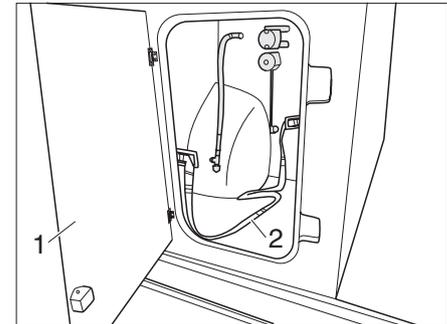

Fig. 59 Portillon d'accès vers la bouteille de gaz
- ▶ Ouvrir le portillon d'accès (Fig. 59,1) au compartiment à gaz.
- ▶ Arrimer la bouteille de gaz à l'aide des sangles de fixation (Fig. 59,2).
- ▶ Fermer le portillon d'accès (Fig. 59,1).